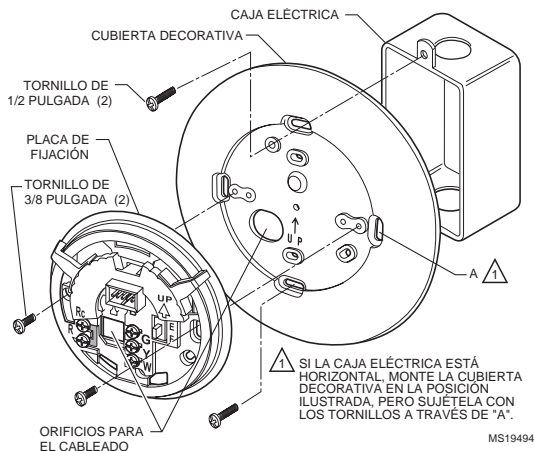

Figura. 2. Monte la placa decorativa (requerida) y la placa de fijación en la caja eléctrica (se muestra la placa de fijación de calefacción/enfriamiento).
- ❑ Para montarla en una caja eléctrica, vea la Figura 2.